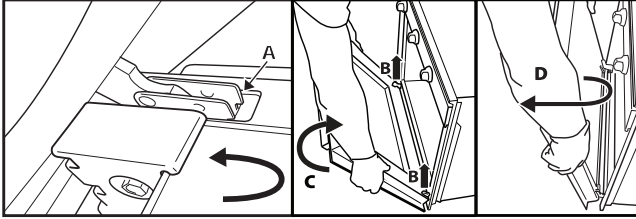

Рис. 2
3. Повністю зачиніть дверцят (А), трохи підніміть їх (В) та від'єднайте дверцят до тих пір, поки вони повністю не знімуться з петель (D) (Рис. 2)